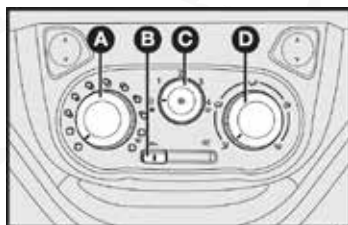

fig. 38
CONTROLES - fig. 38
- 1) Control para la temperatura del aire A-fig. 38 totalmente localizado a la izquierda.
- 2) Palanca del ventilador C-fig. 38: localizado en la velocidad máxima.
- 3) Control para la distribución del aire D-fig. 38 indicador en , para controlar que todas las salidas de aire estén abiertas.
4) Conecte el aire acondicionado abriendo el selector C-fig. 38.
El aire acondicionado es muy útil para acelerar el desempañamiento, pues deshumidifica el aire. Para desempañar el lado interno del parabrisas, active el aire acondicionado, apretando el selector C-fig. 38.
- 1) Aire acondicionado activado: selector C-fig. 38.